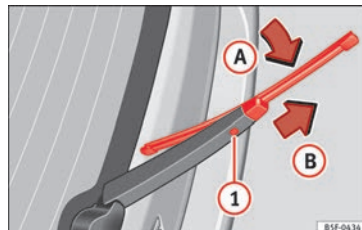

Abb. 81 Scheibenwischerblatt der Heckscheibe auswechseln.
- Wischerblatt leicht drehen » Abb. 81 (Pfeil A).
- Die Entriegelungstaste ① gedrückt halten und gleichzeitig das Scheibenwischerblatt in Pfeilrichtung B abziehen.
- Neues Heckscheibenwischerblatt **gleicher Länge und Ausführung** auf den Scheibenwischerarm entgegen der Pfeilrichtung B schieben, bis der Mechanismus ① einrastet.